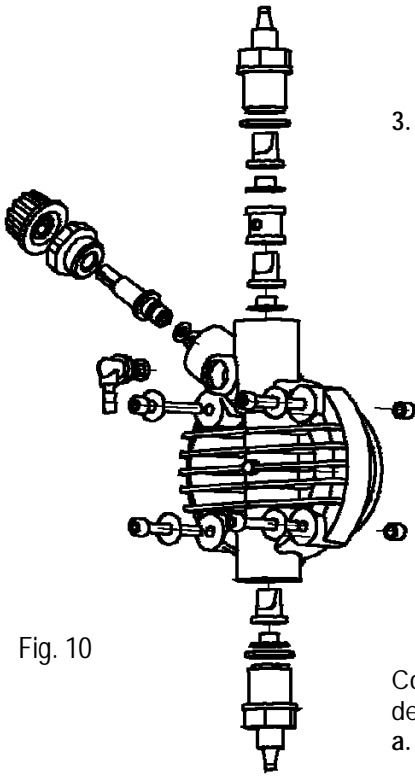

Fig. 10
2. Controle por lo menos cada 6 meses que la bomba funcione correctamente, que los tornillos estén bien apretados y las empaquetaduras estancas; en caso de líquidos particularmente agresivos, lleve a cabo controles más frecuentes, controle concretamente la concentración del aditivo en la instalación; una reducción de dicha concentración podría estar determinada por el desgaste de las válvulas (que en dicho caso habrá que sustituir prestando atención a volver a montarlas como se muestra en la Fig. 10) o por la obstrucción del filtro que debe limpiarse como se indica a continuación en el punto 3.
Para efectuar esta operación, si el aparato no está fijado a la instalación, es posible hacerlo pulsar durante algunos segundos (15-30) manteniéndolo invertido y sin tubos conectados en los racores; si esto es imposible, habrá que desmontar y volver a montar el cuerpo de la bomba (Fig. 10), mediante los cuatro tornillos de fijación.
Gracias a la robustez del sistema, no se presentan averías mecánicas reales. A veces pueden presentarse pérdidas de líquido de algún racor o brida fijatubo que pueda estar flojo, o simplemente por la rotura del tubo de impulsión. Raramente pueden ocasionarse pérdidas por la rotura de la membrana o por el desgaste de la junta de cierre de la misma. En tal caso habrá que sustituir dichos componentes desmontando los cuatro tornillos del cuerpo de la bomba (Fig. 10), volviendo a montar los tornillos, apretándolos de manera uniforme a un par de apriete máximo de 180÷200 Nxcn. Una vez eliminada la pérdida, habrá que limpiar los restos de aditivo que puedan haber quedado en la bomba dosificadora ya que al estancarse pueden atacar químicamente la caja de la bomba.
- a. Desmonte las válvulas de aspiración e impulsión, límpielas y vuelva a montarlas en la misma posición (Fig. 10). Si se detecta un hinchamiento de dichas válvulas, controle en la tabla correspondiente la compatibilidad del aditivo con el tipo de válvula instalada en la bomba (válvula estándar de Viton®, u otro elastómero compatible; bajo petición están disponibles las válvulas de bola).
Para sustituir la membrana desenrosque los 4 tornillos, desatornille la membrana, sustitúyala junto a la junta tórica, y vuelva a montar las piezas asegurándose de apretar los tornillos de manera equilibrada (enrósquelos de manera alterna en cruz, respetando el par de apriete indicado en la fig. 10).